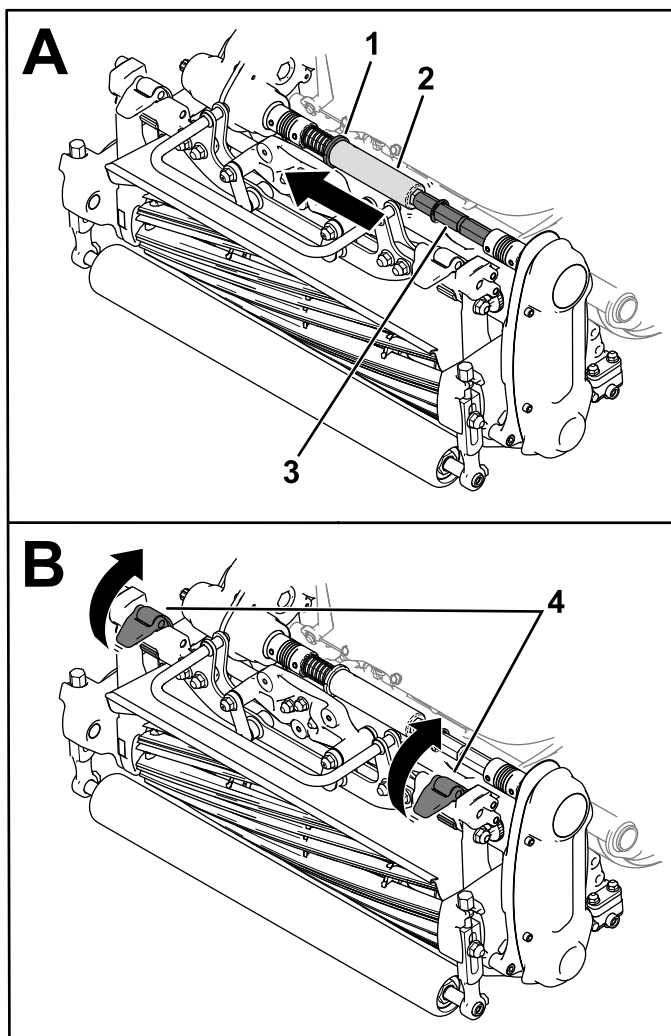

図 39
3. カラー 図 39 をトランスミッションシャフトの溝に入れる。
4. カッティングユニットのカップラのシャフトから六角チューブを外す 図 39。
5. サスペンションラッチを上げてカッティングユニットとマシンの接続を解除する図 39。